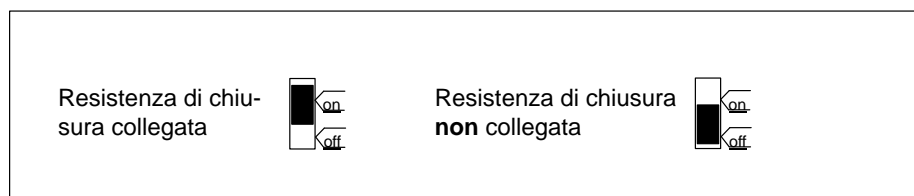

Figura 3-16 Spina di collegamento al bus (6ES7 972-0B.11-...): resistenza di chiusura collegata e scollegata
3. Se la spina di collegamento al bus si trova all'inizio o alla fine di un segmento, è necessario allora attivare la resistenza di chiusura (posizione interruttore "ON") (vedi figura 3-16).